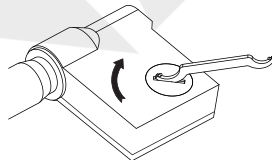

Fig.3
- Instale a tampa da bateria e trave-a no sentido horário com uma chave inglesa (Fig.3).